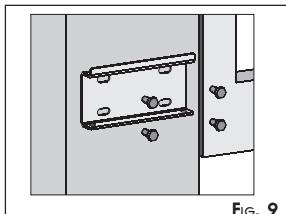

FIG. 9
③ Bevestig de achterste beugel met de vier schroeven M8 op de eerder vastgestelde plaats. Zorg dat tijdens het bevestigen de richting van Fig. 9 in acht wordt genomen, en controleer met een waterpas of hij horizontaal is.